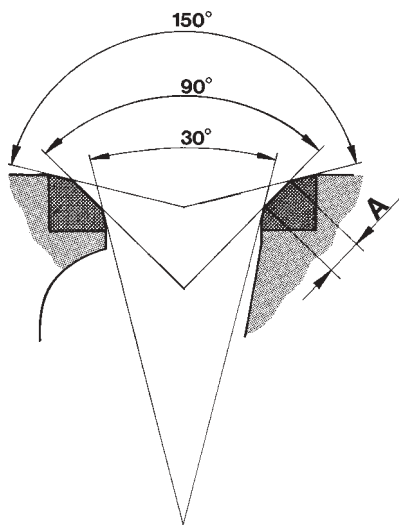

Fig. 20. Rectification du siège de soupape
6. Aléser ou rectifier les sièges de soupape (figure 20). Pour la rectification, enlever le moins possible de matière, juste suffisamment pour que le siège ait une forme exacte et une bonne surface de contact.